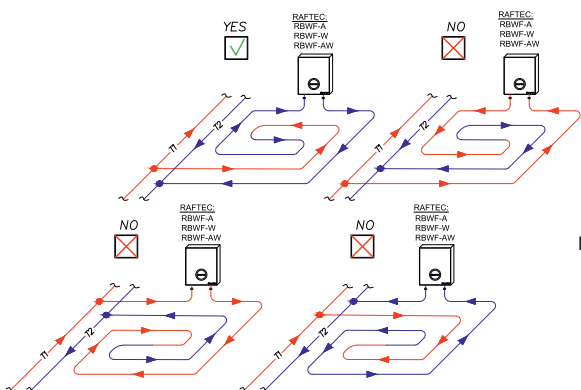

Рис.4
- не устанавливать рядом с другими источниками тепла, например рядом с отопит. приборами (см.рис.4)